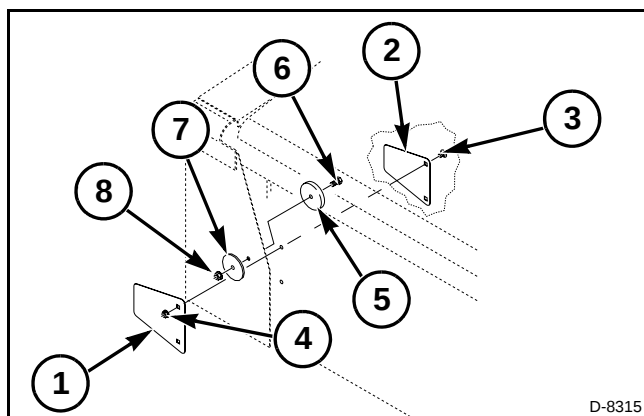

FIG. 17
FIG. 17: Instale placas (1 y 2) en las cortinas como se muestra usando pernos de transporte de 5/16-18 x 1/2 (3) y tuercas dentadas de brida de 5/16-18 (4). Coloque la placa grande (1) delante de la cortina y la placa chica (2) detrás de la cortina.